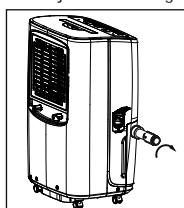

fig. 5
- Vissez complètement le joint de drainage sur la partie filetée du connecteur de drainage à l'unité. (Fig. 5 et 6)